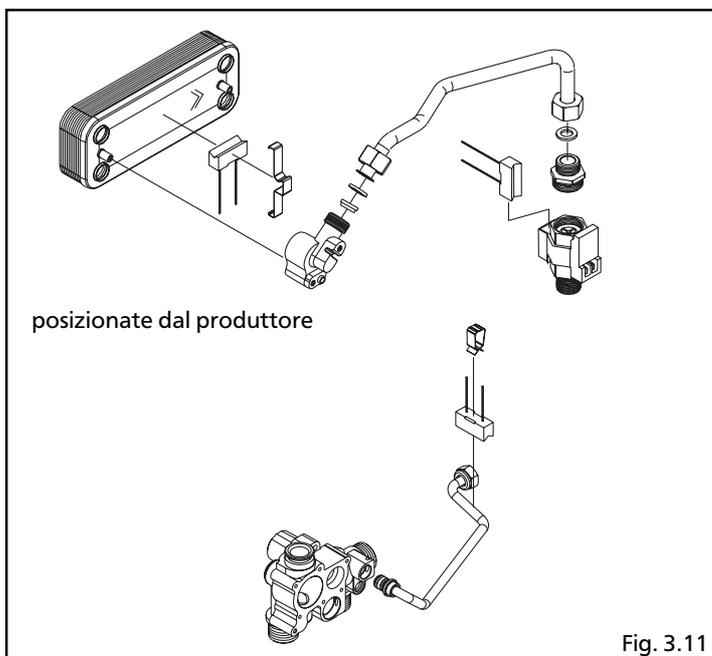
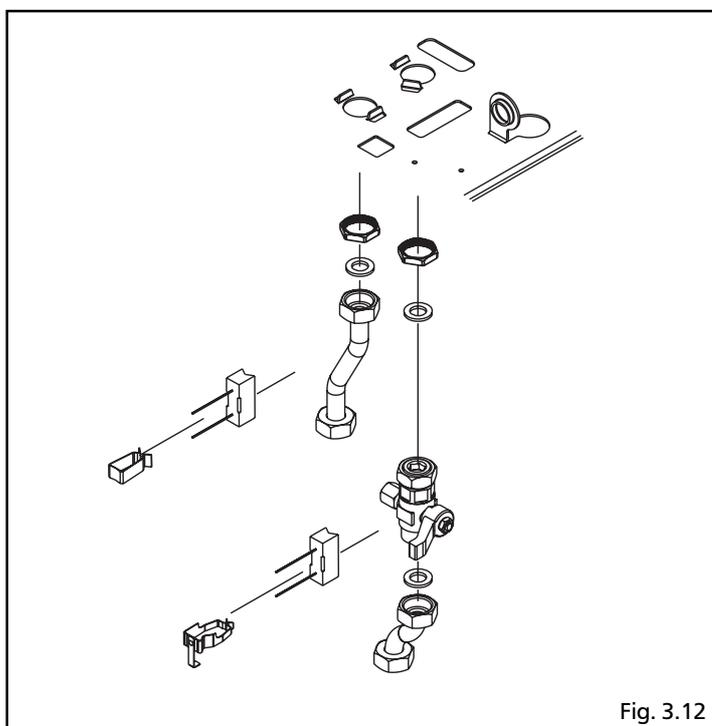

Fig. 3.11
Fig. 3.12
Le resistenze all'interno della caldaia sono già posizionate dal produttore (fig. 3.11), mentre è necessario fissare quelle sulle rampe sanitario (fig. 3.12).
- collegare una resistenza alla rampa uscita sanitario fissandola con la molletta (fig. 3.12)
- collegare l'altra resistenza al rubinetto entrata sanitario fissandola con l'altra molletta (fig. 3.12).